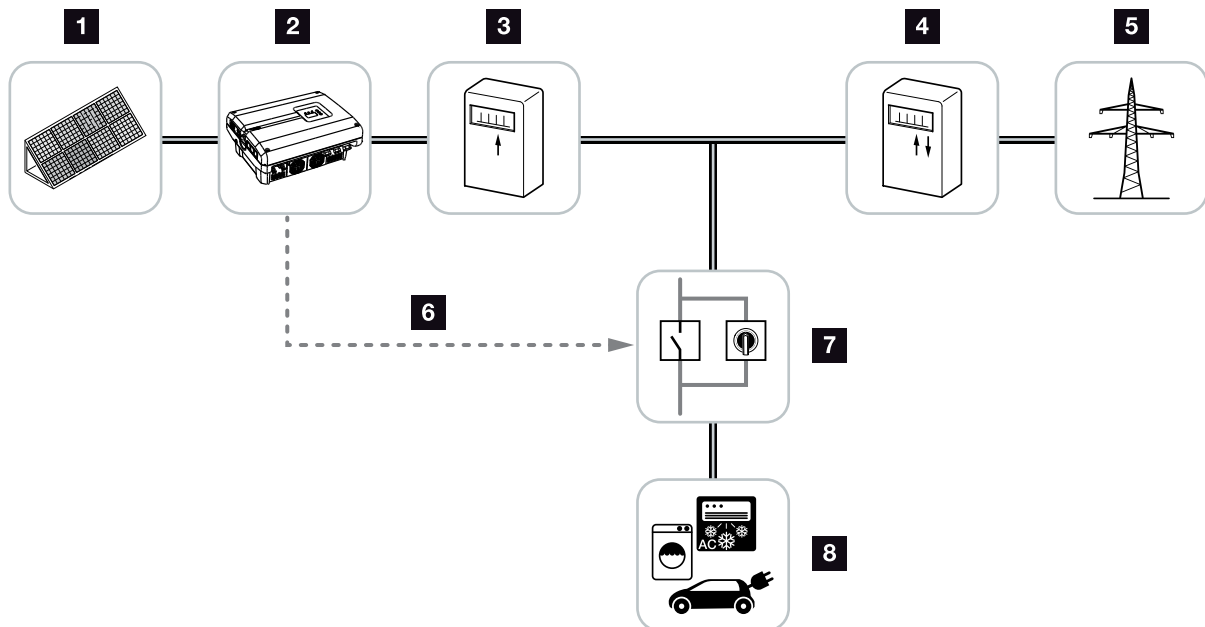

Fig. 53: Konfiguration egetforbrug
3. Installer og tilslut de andre komponenter for egetforbruget. **☞ Fig. 53**